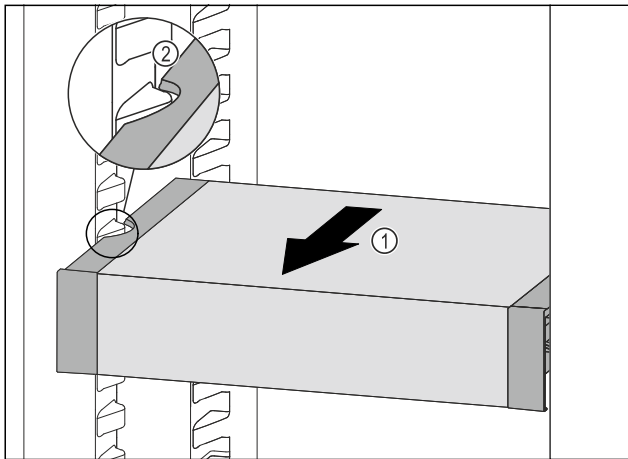

Fig. 128
- VarioSafe nach vorne ziehen Fig. 128 (1), bis sich die seitlichen Aussparungen des VarioSafes auf Höhe der Behälterrippe im Kühlteil befinden. Fig. 128 (2)